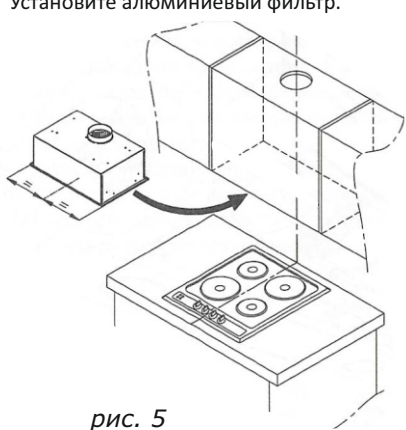
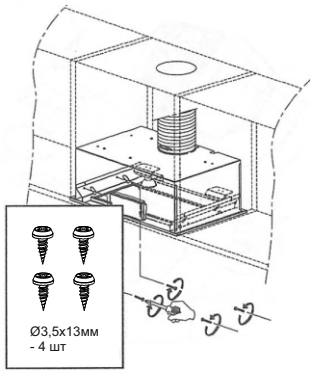

рис. 5
рис. 6
- 6.1 Монтаж кухонной вытяжки (КВ) к подвесному элементу мебели над плитой (рис. 5, 6).
- Установите кухонную вытяжку вместо нижней панели подвесного элемента мебели (рис. 5) и закрепите кухонную вытяжку винтами самонарезающими Ø3,5х13 (рис. 6).